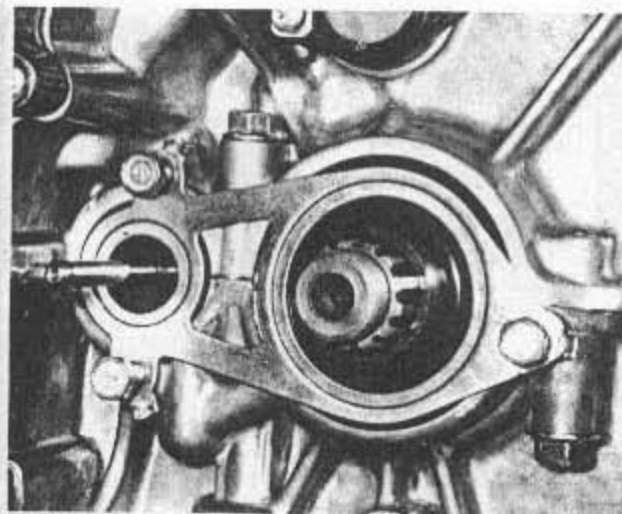

Bild 135
- Bevor der Schalter eingebaut werden kann, muss die Feststellplatte des Wellendichtringes montiert werden. Diese sitzt an der Aussenseite der linken Getriebegehäusewandung (Bild 135). Nach Festziehen der Schrauben biege man die Ohren der Platte um, damit die Schrauben gesichert sind.